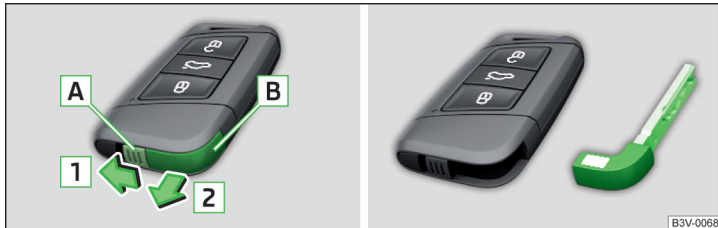

Abb. 31 KESSY-Schlüssel
- ▶ Die Rastnase **A** in Pfeilrichtung **1** entriegeln » Abb. 31.